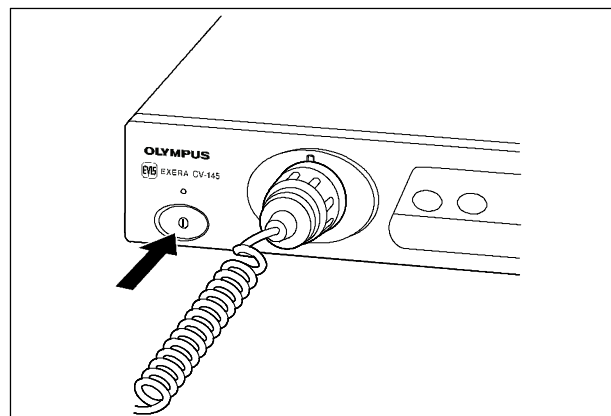

Figura 6.3
Asegúrese de que el videoendoscopio está conectado al procesador de video mediante el cable de videoendoscopio EXERA y encienda (ON) el procesador de video (ver figura 6.3).